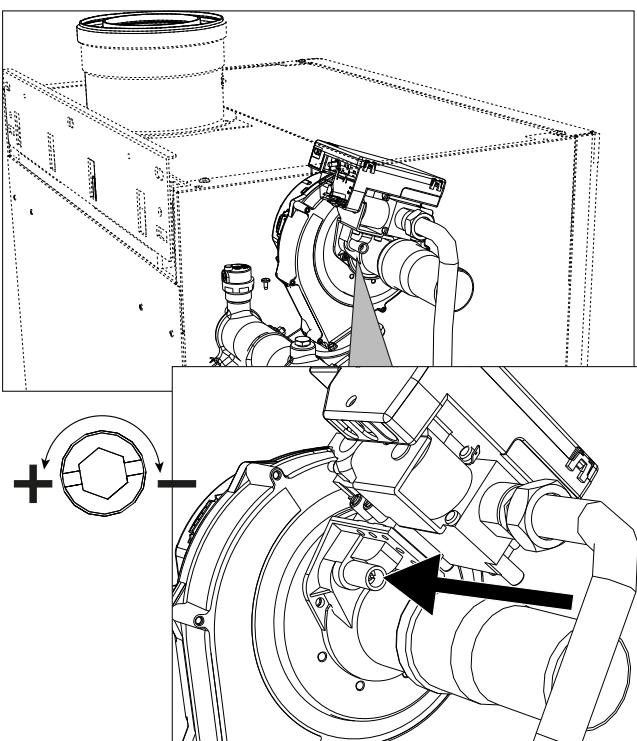
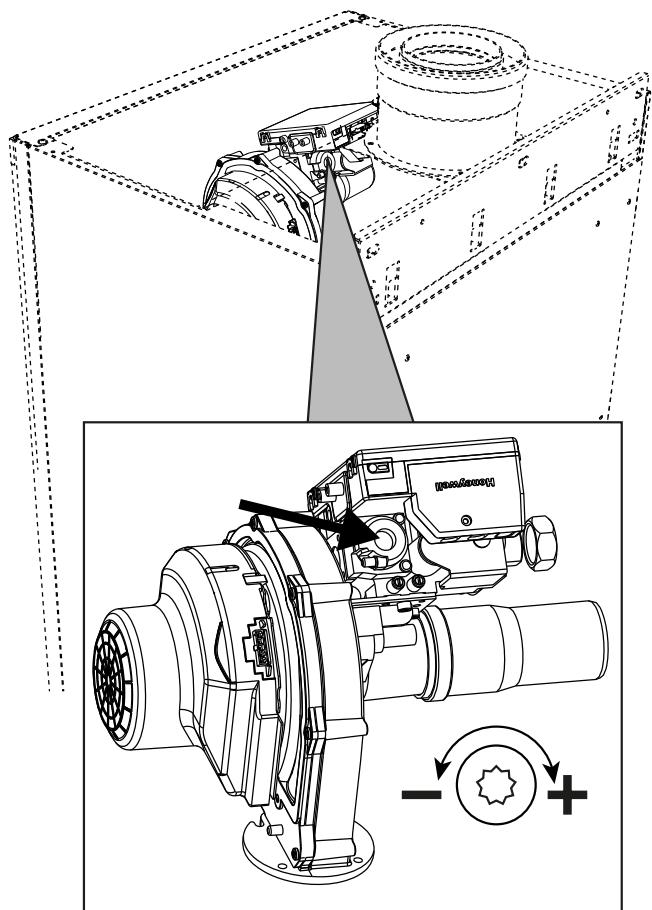
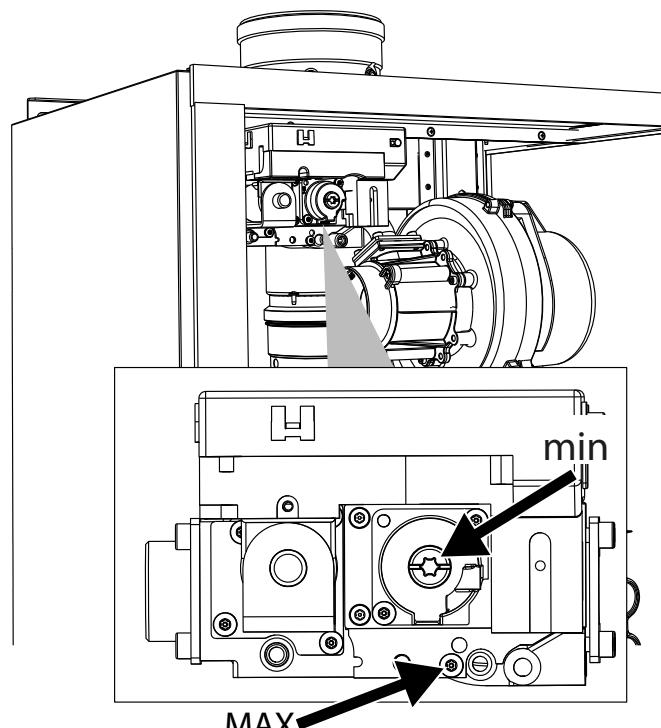

рис. 77- Максимальная регулировка моделей W 60 и W 80
рис. 78- Минимальная регулировка моделей W 60 и W 80
рис. 79- Максимальная и минимальная регулировка моделей W 99, W 120 и W 150
- Если значения отличаются от указанных, отрегулируйте CO2 с помощью винта регулировки максимального значения до указанных значений CO2. См. **рис. 77** для моделей **W 60** и **W 80** или **рис. 79** для моделей **W 99**, **W 120** и **W 150**.
- Если значения CO2 отличаются от указанных, осторожно отрегулируйте винт минимального сдвига «OFFSET», проверяя правильность значения CO2. См. **рис. 78** для моделей **W 60** и **W 80** или **рис. 79** для моделей **W 99**, **W 120** и **W 150**.